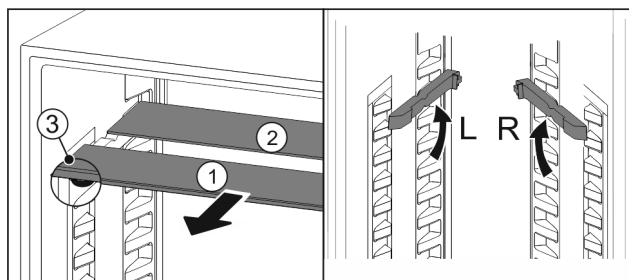

Fig. 48
- Tërhiqni një nga një pllakat e xhamit nga përpara Fig. 48 (1).
- ▷ Pllaka e xhamit Fig. 48 (1) me kornizën ndodhet përpara.
- ▷ Ndaluesit Fig. 48 (3) janë të drejtuar për poshtë.